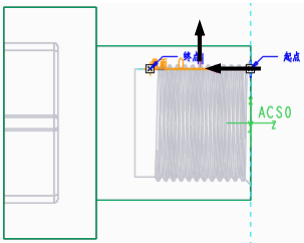

图 5.5.8 选择方向
Step6. 完成草绘后，单击工具栏“确定”按钮 **✓**，返回到“车削轮廓”操控板，在操控板中单击 **移除材料** 按钮设置要移除的材料侧，结果如图 5.5.8 所示。单击 **✓** 按钮，返回到“螺纹车削”操控板。